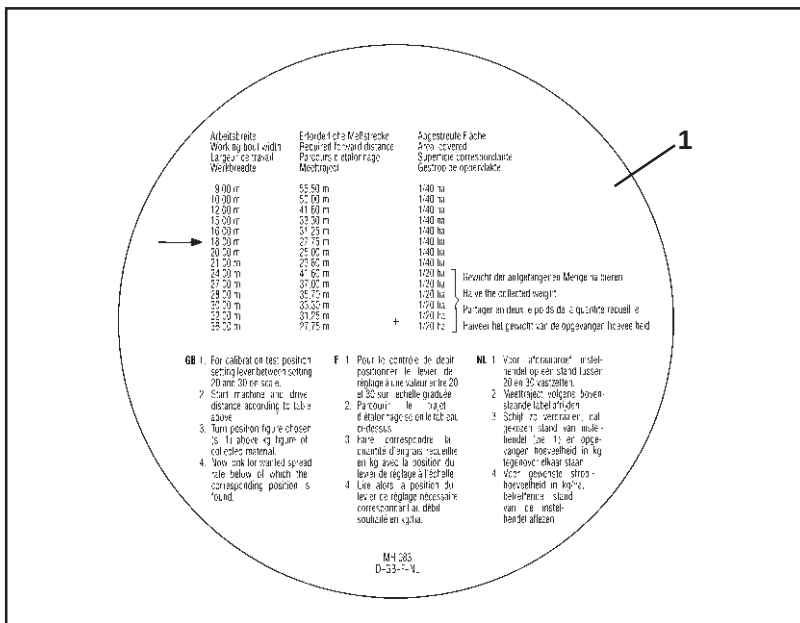

Fig. 7.10
- Fra tabellen (**Fig. 7.10/1**) for den ønskede arbejdsbredde på **18 m**, tages den krævede målestrækning på **27,75 m** for **1/40** bearbejdet areal.
- Fra tabellen (**Fig. 7.10/1**) for den ønskede arbejdsbredde på **24 m**, tages den krævede målestrækning på **41,6 m** for **1/20 ha**. bestrøet areal.